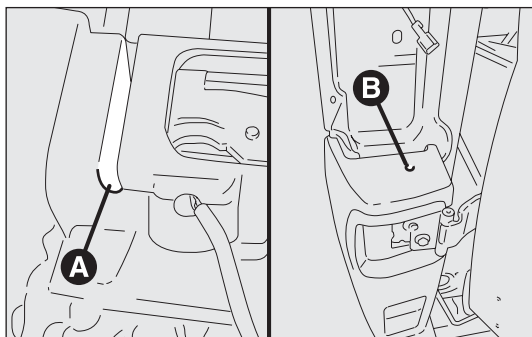

fig. 198
- dévisser la fixation inférieure A entre le pare-chocs central et latéral fig. 198;